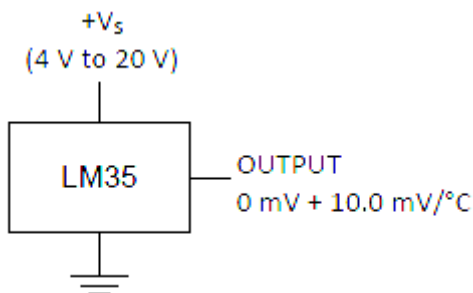

Figura 2. Polarización del IC LM35
- a) Construya el circuito de la Figura 2 empleando $V=5V$ cd y **una corriente limitada** (máximo 20mA).
- f) Calcule las temperaturas empleando los voltajes medidos y la ecuación lineal de salida mostrada en la Figura 2. Complete la tabla 4.